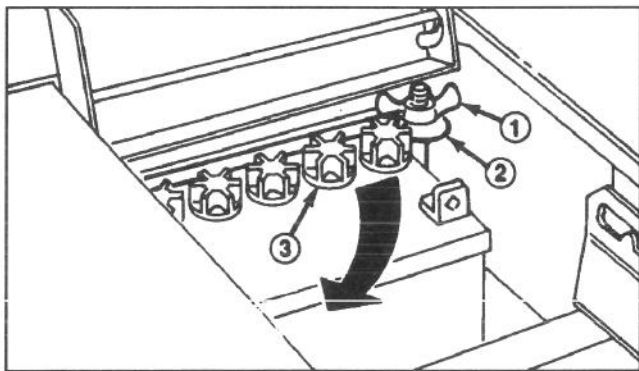

Abbildung 8
2. Die Flügelmuttern, mit denen die Batterie abgesichert wird, entfernen (Abb. 8).